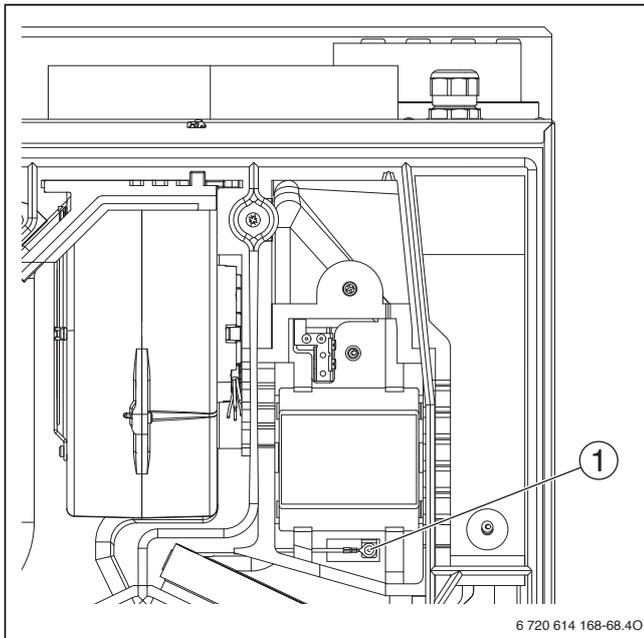
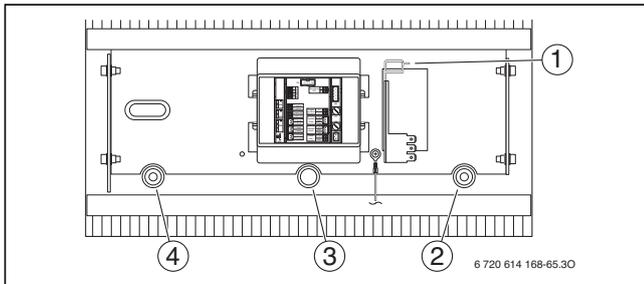

Bild 29 Erdungsanschluss LP 150-1
Bild 31 Erdungsanschluss und Kabeldurchführungen LP 250/LP 350
**Legende zu Bild 29 bis Bild 31:**